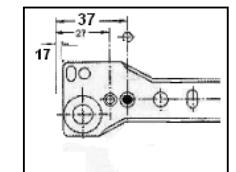

Рис.2 Схема установки роликовых направляющих
1. К боковым стойкам №2;3 прикрутить подпятыники - Р на саморезы - И и направляющие - Т саморезами - И(рис.2);